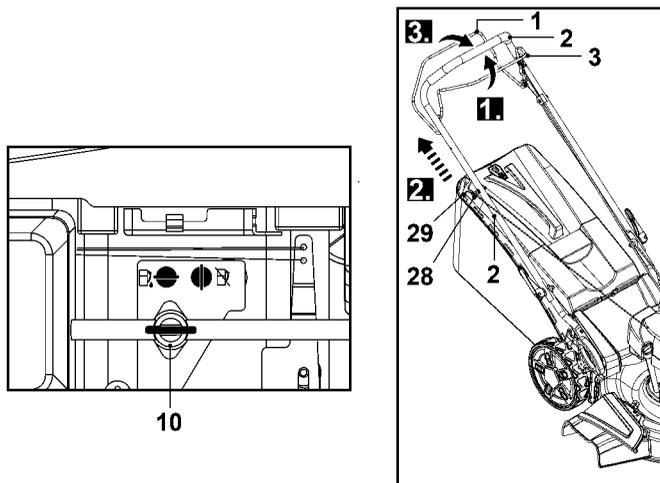

Рис. 23
1. Убедитесь, что рычаг топливного клапана (10) находится в положении ВКЛ. (ON) (рис. 23).
2. Встаньте позади верхней ручки (2).
3. Отведите назад рычаг блокировки (3) и прижмите его к верхней ручке (2) (рис. 23, шаг 1).
4. Поместите рукоятку стартера (29) на крючок (28), расположенный с правой стороны верхней ручки косилки (2).
5. Слегка потяните за рукоятку стартера (29), пока не почувствуете сопротивление, затем потяните её резко. Повторяйте это, пока двигатель не запустится (рис. 23, шаг 2).
6. Чтобы начать косить, нажать рычаг включения самоходного режима (1) вперёд и удерживать его прижатым к ручке косилки (2) (рис. 23, шаг 3). Косилка начинает двигаться вперёд и приступает к кошению.